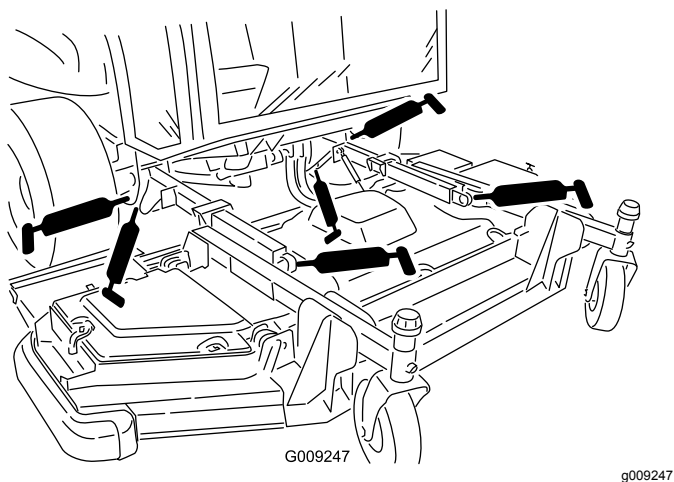

Figura 81
- 2 casquilhos do braço de elevação (Figura 81)
- Duas rótulas de elevação da barra de ligação (Figura 81)
- 2 articulações do cilindro de elevação da plataforma frontal (Figura 81)